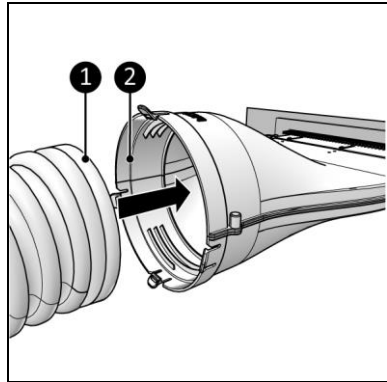

Abbildung 7
- Mit einem Klicksystem für einen Schlauch mit Kragen (Abbildung 7, Pos. 1).
1. Führen Sie den Klimaanlage Schlauch (Abbildung 7, Pos. 1) in den Hauptkörper ein (Abbildung 7, Pos. 2).